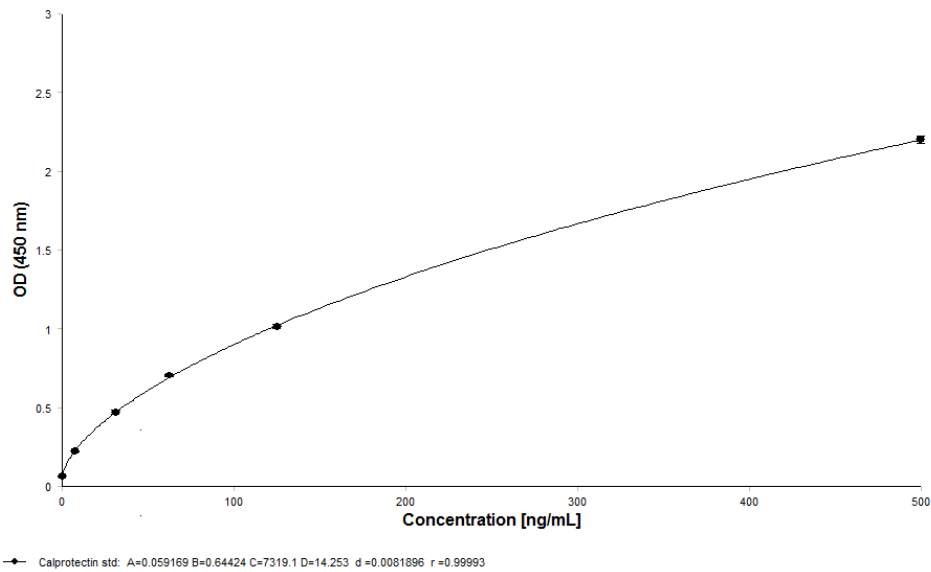

Abbildung 1: Eine repräsentative 4 Parameter Standardkurve.
- Bei mitführen der Standards F und A soll der OD-Wert von Standard F (500 ng/ml)  $\geq 1.6$  sein und der OD-Wert von Standard A (0 ng/ml) soll unter 0,25 liegen. Eine repräsentative Standardkurve zeigt Abbildung 1.
2. Die Konzentration jedes Standards (ng/ml) wird auf der X-Achse gegen den Mittelwert des OD-Wertes auf der Y-Achse aufgetragen, um eine Standardkurve zu erhalten. Eine **4-Parameter Funktionskurve wird empfohlen** (siehe Abbildung 1 weiter unten). Falls für die X-Achse eine logarithmische Darstellung benötigt wird, muss für den Standard A (0 ng/ml) eine Konzentration von 0,001 ng/ml verwendet werden.